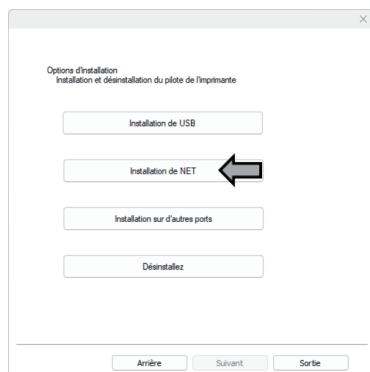

Fig.12
⑥ Depuis l'interface « Options d'installation », sélectionnez l'option « Installation de NET » (voir Figure 12).